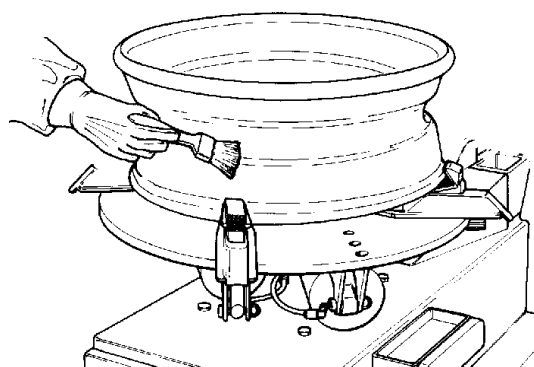

Fig.18
**A.** Nettoyer toute la surface de la jante (Fig.18).